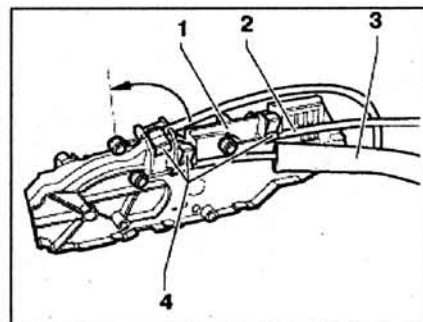

Рис. 8.62. Отсоедините фиксаторы 4, отцепите тросы управления 1-3 вверх (стрелка).
4. Отсоедините фиксаторы 4, отцепите тросы управления 1-3 вверх (стрелка) (рис. 8.62).